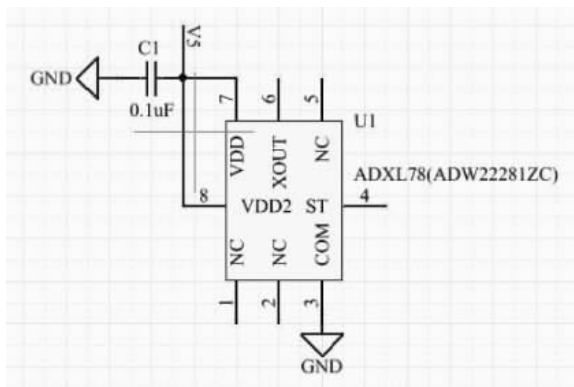
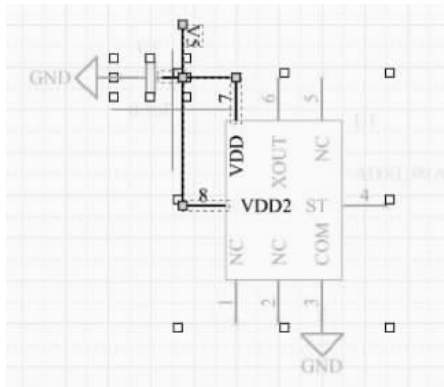

图 3-16 选择一个连接上的导线
图 3-17 选择一个连接上的导线显示效果
(1) 单击【Connection】命令,光标由箭头变成十字形状显示在工作界面上。
(2) 将光标移动到如图 3-16 所示的导线位置上并单击,该连接上所有的导线都被选中,并高亮地显示出来,元器件也被特殊标示出来,如图 3-17 所示。